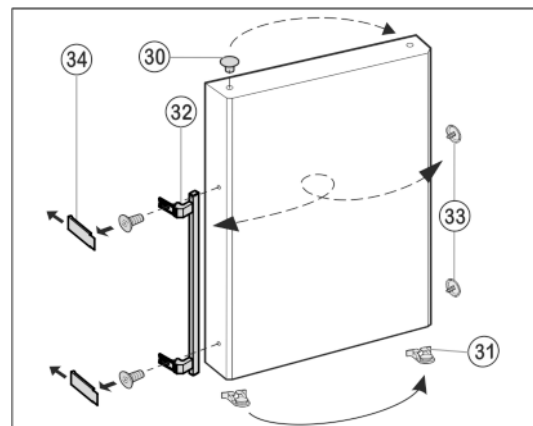

Fig. 12
- ▶ Čepe Fig. 12 (30) vzemite iz puše ležaja vrat in jih prestavite.
- ▶ Ročaj Fig. 12 (32), čepe Fig. 12 (33) in potisne plošče* Fig. 12 (34) odstranite in jih prestavite na drugo stran.